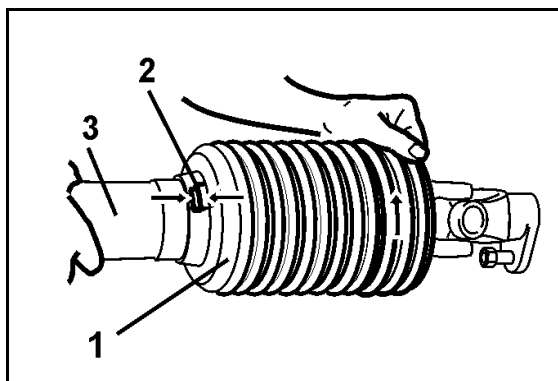

Fig. 53
9. Skub det halve beskyttelsesrør på (Fig. 53/1) aufschieben.
10. Drej beskyttelsestragten (Fig. 53/2) spærreposition.
11. Skru låseskruen i (Fig. 53/3).